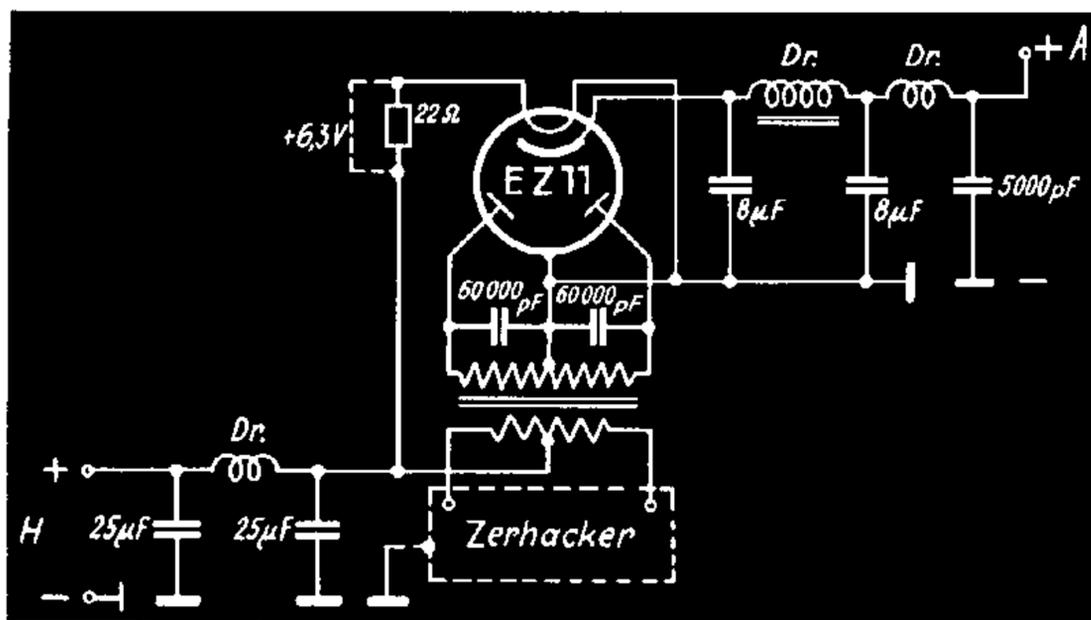

Bild 345. Schaltbeispiele für EZ 11 als Gleichrichter für Autoempfänger in Verbindung mit Zerhacker
**Hinweise für die Verwendung:** Die EZ 11 ist speziell für die Verwendung im Autoempfänger bestimmt und gibt eine ausreichende Leistung, sofern man für die Endstufe die EDD 1 benutzt. Eine Prinzipschaltung gibt Bild 345. Es ist besonders darauf zu achten, daß der Mittelpunkt der Sekundärwicklung des Übertragers und der Stahlmantel der EZ 11 gemeinsam geerdet werden, um Überschläge zu vermeiden. Im Autoempfänger ist auf eine besonders sorgfältige Siebung Wert zu legen, und es müssen die von den Firmen gegebenen Einbauhinweise unbedingt beachtet werden. Für den Transformator ist ein Mindestwert des Widerstandes von  $2 \cdot 600 \text{ Ohm}$  vorgeschrieben. Der Ladekondensator soll nach Möglichkeit eine Kapazität von  $32 \mu\text{F}$  besitzen. Die maximal zulässige Spannung zwischen Faden und Schicht beträgt 350 Volt. Bei Anschluß an eine 12- bzw. 13-V-Batterie muß in den Heizkreis der EZ 11 ein Vorwiderstand eingeschaltet werden, der einen entsprechenden Teil der Spannung (ca. 6 V) vernichten muß. Man wählt z. B. einen Widerstand von  $22 \Omega$ , wie dies in Bild 345 dargestellt ist. Bei Anschluß an 6,3 V muß dieser Widerstand natürlich kurzgeschlossen werden.